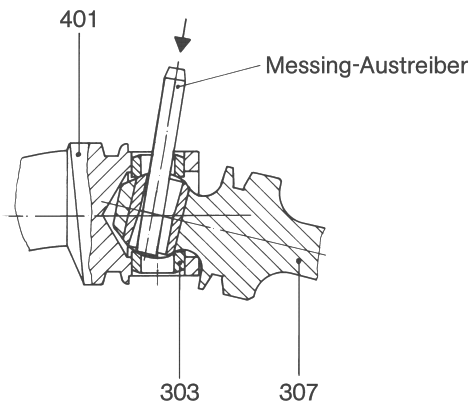

Bild 4: Ausbau der Buchsen für Gelenkbolzen.
- Gelenkbolzen (301) ausstoßen.
- Mit Messing-Austreiber beide Buchsen für Gelenkbolzen (303) halb heraustreiben. Hierzu Gelenkwelle (307) schrägstellen (siehe Bild 4).